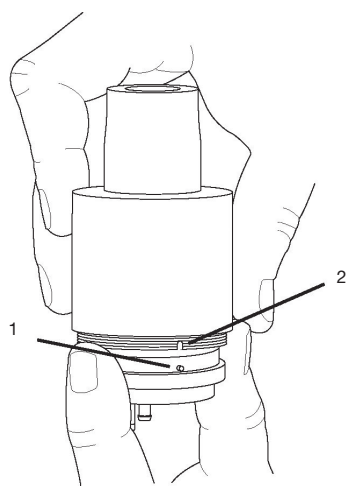

Figure 6-7 Alignement du capuchon et du corps de la valve expiratoire pendant le remontage
7. Pour remonter la valve et la remettre en place, effectuez ces opérations en sens inverse en prenant soin d'aligner le goujon de guidage sur le capuchon de la valve avec la rainure dans le corps de la valve. Voir la Figure 6-7.